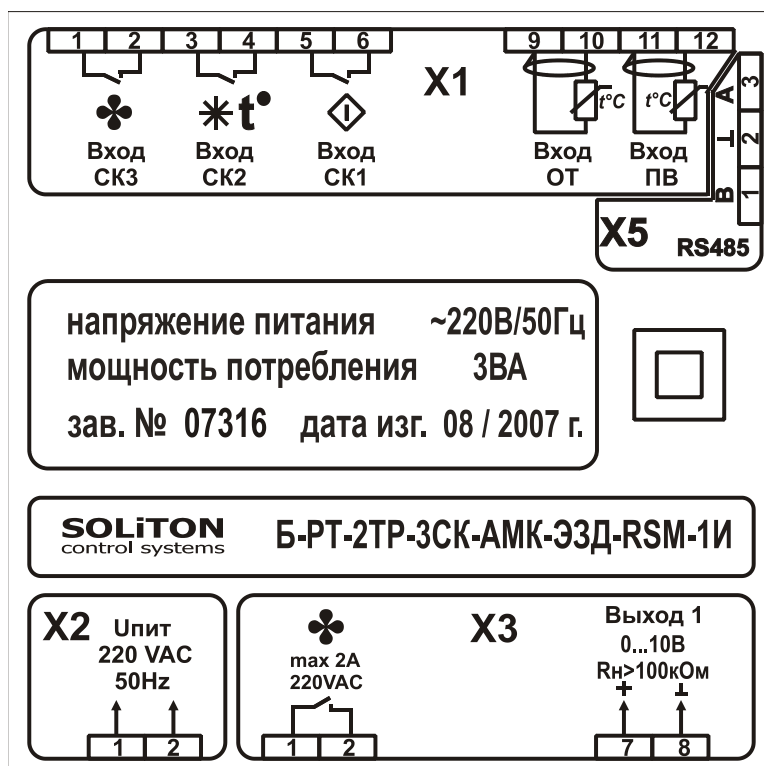

Рис.9.3 Схема подключения прибора
9.3 Произведите подключение внешних устройств в соответствии с п.10. Назначение, положение и нумерация контактов подключения показано на задней панели прибора (рис.9.3). При монтаже внешних связей необходимо обеспечить надежный контакт клеммника прибора с проводниками, для чего рекомендуется тщательно зачистить и облудить их выводы. Сечение жил не должно превышать 1 мм2. Подсоединение проводов осуществляется под винт.